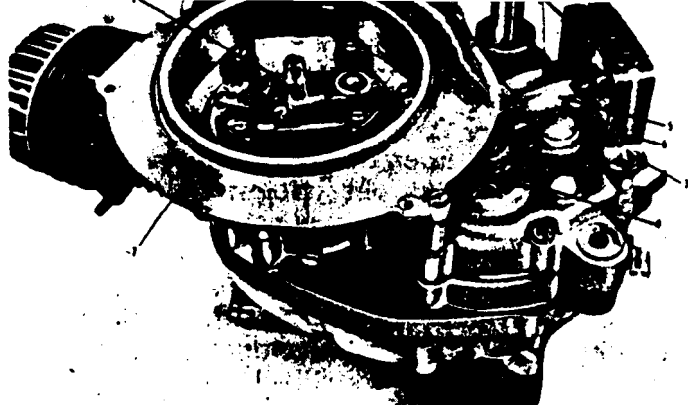

Fig. 35. Begin montage ontstekingszijde
- 1 Kettingvangbeugel (fig. 35/5) en bevestigingsbeugel (fig. 35/6) van de kettingafdekplaat weer monteren. Opletten dat de vangbeugel goed op zijn plaats komt te zitten.
- 2 Vliegwielborgstift (fig. 35/1) in de krukas aanbrengen, ontstekingsgrondplaat en kabeltule op hun plaats aanbrengen. Grondplaat vastzetten met 3 schroefbouten M4x15, voorzien van sluit- en sterring. Let op dat de bij de demontage aangebrachte merktekens, tegenover elkaar staan.
- 3 Grondplaat van de turbokoeling (fig. 35/7) weer aanbrengen nadat eerst de rubberdoppen weer op hun plaats gelegd zijn en de pakking is aangebracht. Vastzetten met 4 schroefbouten M5x12, (fig. 38/18) waarbij onder de kop een golfring ligt. Ook de kettingvangbeugel vastzetten met een bout M5x40 (fig. 38/17). De kop van de bout komt direct tegen de grondplaat. Tegen het oog van de beugel komt eerst een sluitring M5 (fig. 38/16) dan een veerring M5 en dan de moer (fig. 38/15).